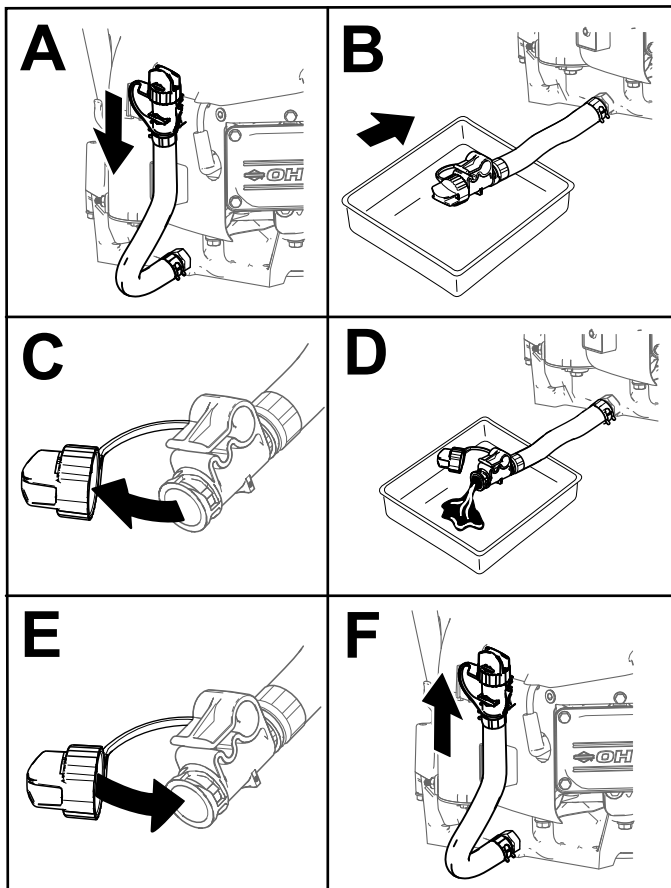

Bild 43
4. Lassen Sie das Öl vom Motor ab (Bild 43).